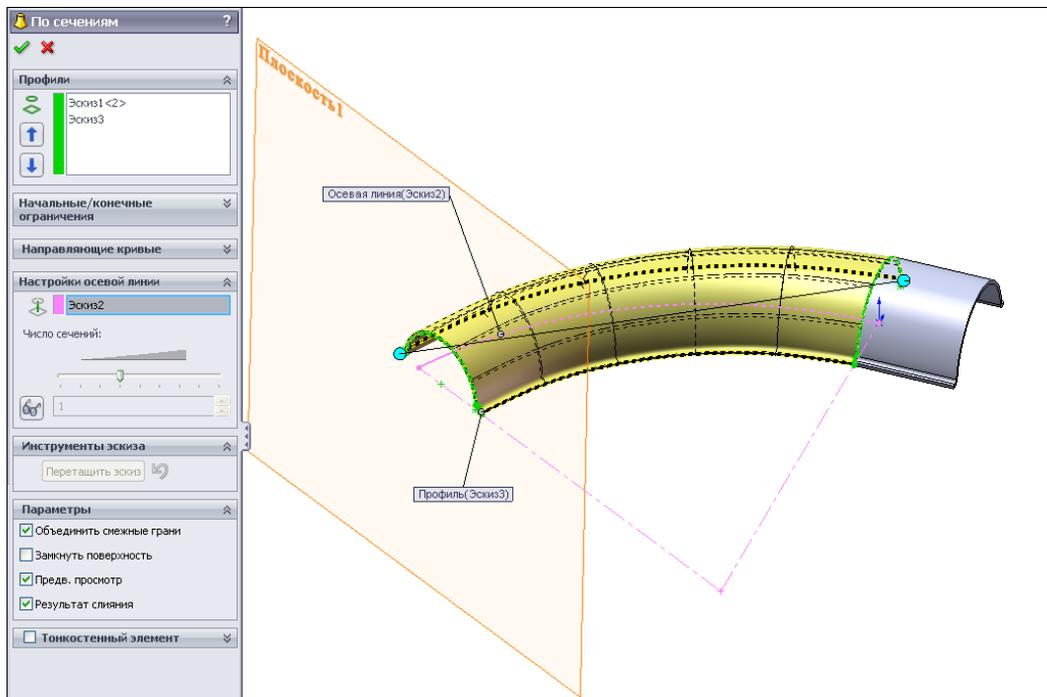

Рис. 2.80
6. Построим элемент по сечениям, для чего на панели инструментов **Элементы** активируем кнопку  — **Бобышка/основание по сечениям**. На экране появится окно **По сечениям** (рис. 2.80). В разделе **Выбор** отметим профили **Эскиз1** и **Эскиз3**, а в разделе **Настройки осевой линии** укажем направляющую осевую — **Эскиз2** (рис. 2.80).
В окне настроек **По сечениям** можно указывать не только профили и направляющие для построения элемента по сечениям, но и тип сопряжения этого элемента и профилей. В разделе **Начальные/конечные ограничения** (рис. 2.80) из выпадающего списка можно выбрать тип ограничения (сопряжения) создаваемого элемента по сечениям с начальным и конечным профилем.